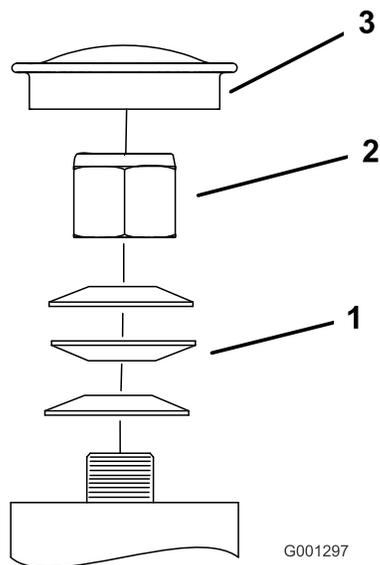

Рисунок 67
3. Снимите пылезащитную крышку с поворотного колеса и затяните контргайку (Рисунок 67).
4. Затягивайте контргайку до тех пор, пока пружинные шайбы не станут плоскими, и затем отверните на 1/4 оборота, чтобы правильно установить предварительную нагрузку на подшипниках (Рисунок 67).
- Внимание:** Убедитесь, что пружинные шайбы установлены правильно, как показано на Рисунок 67.
5. Установите пылезащитную крышку (Рисунок 67).